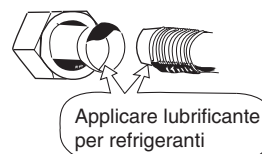

Fig. 5-4
- (1) Applicare un tappo di tenuta o del nastro impermeabilizzante per evitare l'ingresso di acqua o polvere nei tubi non ancora posati.
- (2) Prima di collegare i tubi si deve applicare lubrificante per refrigeranti (olio a base d'etere) sulla superficie delle svasature. Non lo si deve tuttavia applicare sulle filettature. Questo accorgimento contribuisce a ridurre le fughe di gas. (Fig. 5-4)